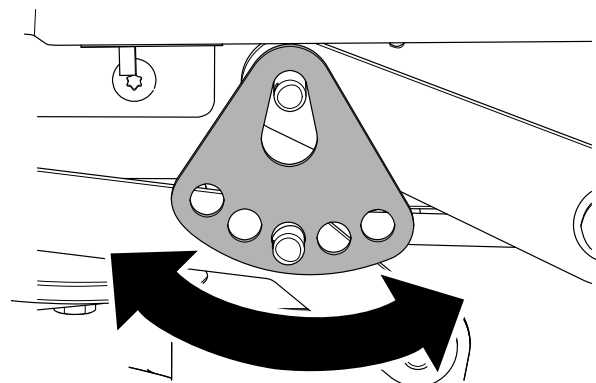

図 64
7. 刈高プレートを取り付けた時にプレートがデッキの重量を支えるように、プレート別の穴にセットする **図 64**。
8. ワッシャとヘアピンコッターを取り付ける **図 64**。